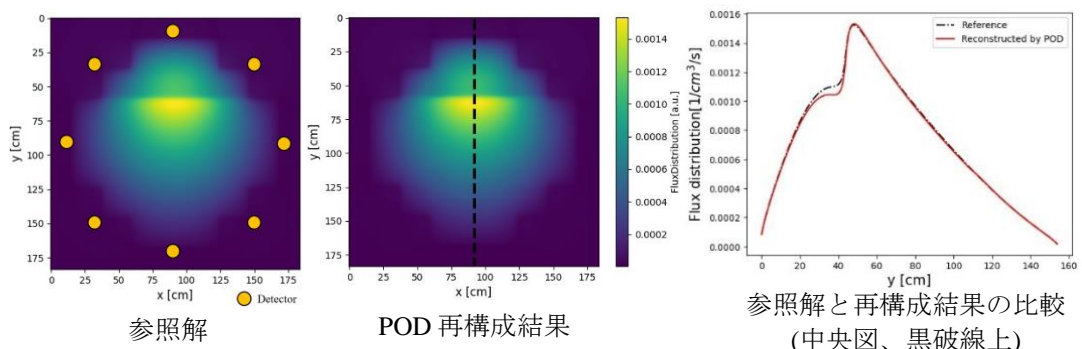

図 1 炉内中性子束分布再構成結果の一例(熱群)
**2. 計算手法** まず、中性子束分布を再構成するために必要となる POD 基底と POD 展開係数を求める。POD 基底を作成するためには、複数の計算条件において計算した中性子束分布を教師データとして用意する必要がある。教師データの作成法として、本検討ではバイナリーサンプリングを用いた。任意の体系を  $I$  個の領域に分け、断面積を摂動させる範囲を決める。各領域に 2 つの断面積を設定した場合、全領域の断面積の組み合わせは、領域数を  $I$  とした場合に  $2^I$  通りとなる。これらの全ての条件について中性子束分布を計算し、教師データとする。得られた教師データを行列の形に並べて特異値分解すれば、POD 基底が得られる。このとき、中性子束分布は  $\vec{\varphi} = \mathbf{U}\vec{f} \dots (1)$  のように基底と展開係数を用いて展開可能である( $\vec{\varphi}$ は中性子束ベクトル、 $\mathbf{U}$ は POD 基底行列、 $\vec{f}$ は POD 展開係数ベクトル)。次に、炉外検出器計数値より POD 展開係数を求める。炉外検出器計数値を求める式は、 $\vec{n} = \mathbf{D}\vec{f} \dots (2)$  である( $\vec{n}$ は検出器計数値ベクトル、 $\mathbf{D}$ は検出器応答係数行列)。 $\mathbf{D}$ について、任意の検出器位置に対応するメッシュの係数は 1、検出器が設置されていない位置に対応するメッシュの係数は 0 とする。式(1)を式(2)に代入して得られた式の両辺に  $\mathbf{DU}$  の一般化逆行列  $(\mathbf{DU})^\dagger$  を乗じると、 $\vec{f} = (\mathbf{DU})^\dagger \vec{n} \dots (3)$  が得られる。式(3)から、未知数である展開係数  $\vec{f}$  を求めることができ、再び式(1)を用いれば POD 基底  $\mathbf{U}$  と、検出器信号  $\vec{n}$  から得られた展開係数  $\vec{f}$  を用いて中性子束分布  $\vec{\varphi}$  を再構成できる。
**3. 計算結果** 計算体系は、NuScale Power 社製 SMR を単純化した二次元体系を用いた。ただし、炉心の直径は 154 cm、炉心周辺を囲う真空領域を 242 cm×242 cm(メッシュ数は 242×242 の 58564 メッシュ)として条件設定した。中性子束分布はエネルギー 2 群の固有値計算により求めた。本検証では、炉心領域を 5 領域に分割したため、バイナリーサンプリング数は  $2^5 = 32$  通りとなる。得られた 32 個の中性子束分布を教師データとして特異値分解し、POD 基底を作成した。炉外検出器数は 8 として、中性子束分布を再構成した。熱群中性子束分布の再構成の一例を図 1 に示す。左図の黄丸は検出器を示している。図 1 より、参照解の中性子束分布を概ね再現出来ていることを確認できる。高速群についても、同様に中性子束分布を概ね再構成できることを確認